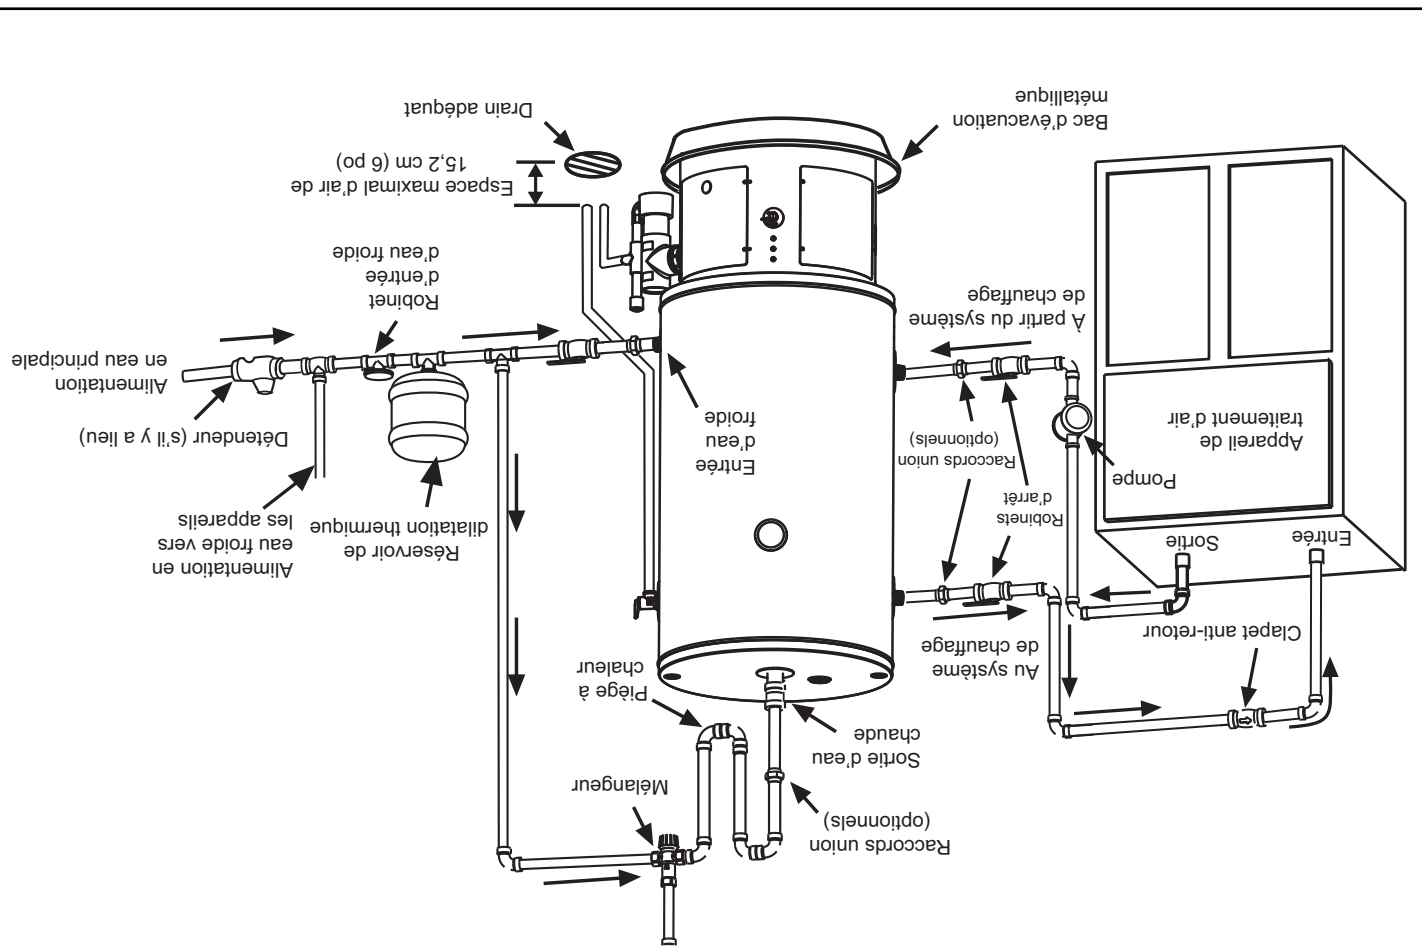

Figure 17 : Installation de la tuyauterie de l'appareil de traitement de l'air
- Certains modèles de chauffe-eau sont équipés de connexions d'entrée/de sortie pour une utilisation dans les applications de chauffage des locaux. **Remarque** : ce chauffe-eau, approprié pour une combinaison de chauffage d'eau (potable) et chauffage des locaux mais ne convient pas pour les applications de chauffage des locaux uniquement. Si ce chauffe-eau doit être utilisé pour fournir aussi bien un chauffage des locaux qu'un chauffage de l'eau potable (pour boire), les instructions indiquées ci-dessous doivent être suivies (voir Figure 17).